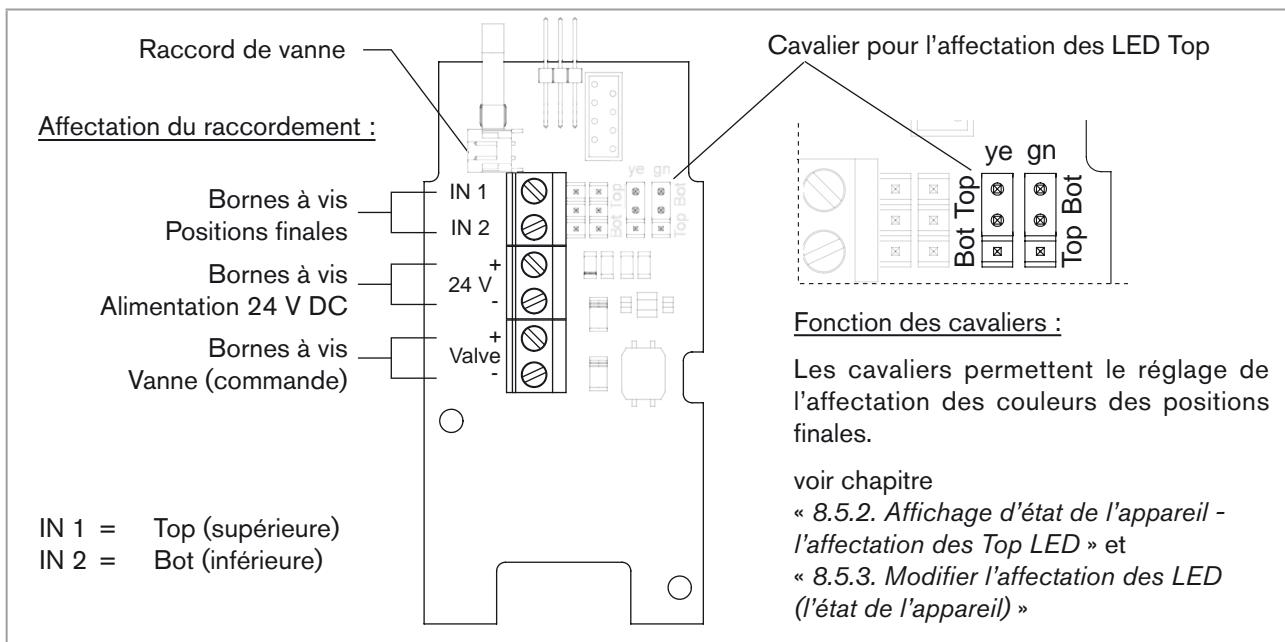

Figure 19 : Platine 24 V DC - Presse-étoupe
- Raccorder les fils (voir affectation du raccordement « *Figure 19 : Platine 24 V DC - Presse-étoupe* »)